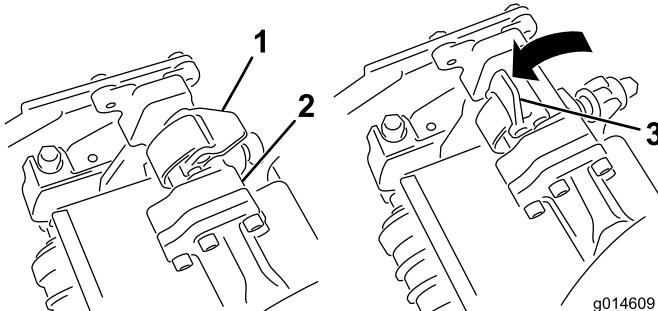
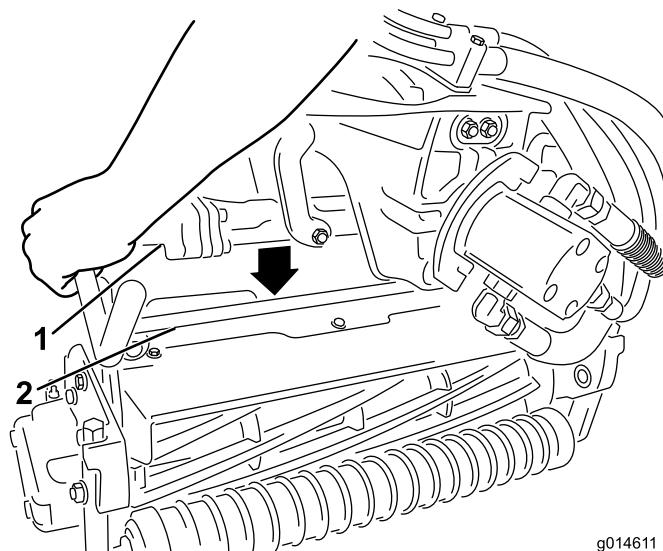

図 12
図 13
5. サスペンションアームのバーについているラッチを上向き（開いた状態）にして（図 12）、サスペンションアームを押し下げて、バーを、カッティングユニットのバーの上に被せるようする（図 13）。
6. ラッチを下げて閉じるとカッティングユニットのバーがロックされてユニットがアームにセットされる（図 12）。